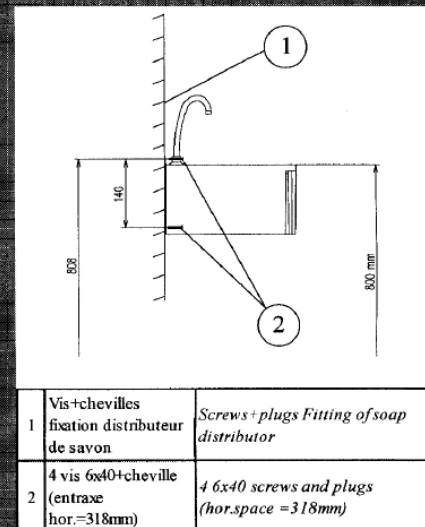

Figure 2
- Fixer le lave-mains sur un mur (Figure 2).
- *Secure basin to the wall (Fig. 2)*